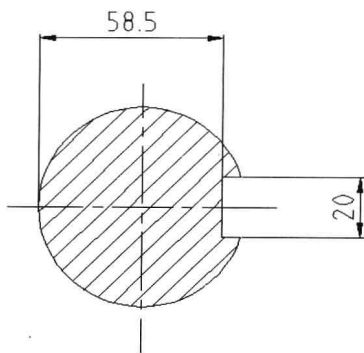

图 7-6-1
(1) 选择菜单命令“标注/线性”，标注尺寸，如图 7-6-1 所示。
(2) 选择菜单命令“标注/标注样式”，打开“标注样式管理器”对话框，单击“修改”